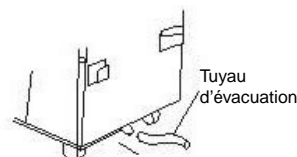

FIG.23
2. Connecter un tuyau adapté à l'orifice d'évacuation, l'eau de condensation s'évacuera automatiquement (fig. 23).